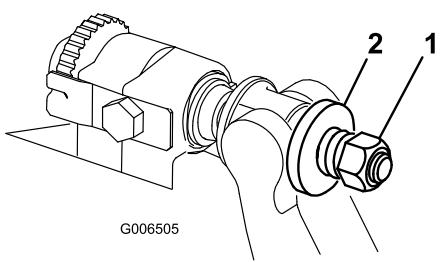

Figure 32
4. Serrez les contre-écrous également de chaque côté jusqu'à ce qu'il ne soit plus possible de tourner les rondelles d'acier extérieures à la main. Desserrez alors les contre-écrous jusqu'à ce qu'il soit possible de tourner les rondelles d'acier extérieures à la main mais sans pour autant que la barre d'appui présente un jeu axial (Figure 32).
10. Serrez l'écrou sur chaque vis de réglage de la barre d'appui jusqu'à ce que le ressort de compression soit complètement comprimé, puis desserrez l'écrou de 1/2 tour (Figure 32).